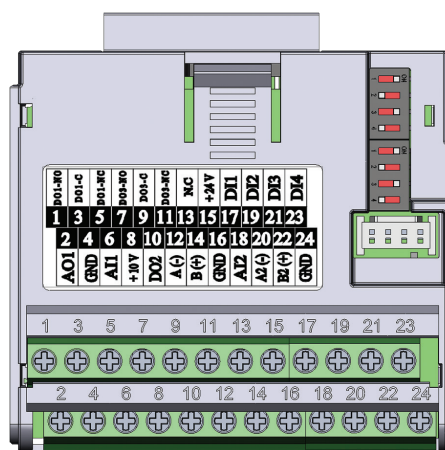

Figura 17.4: Módulo Plug-in CFW500-CRS485
O módulo plug-in CFW500-CRS485 tem a interface Serial (1) através da porta RS-485 nos bornes 12(A-) e 14(B+), bem como a interface Serial (2) também através de outra porta RS-485 nos bornes 20(A2+) e 22(B2+), veja Figura 17.4 na página 17-1.